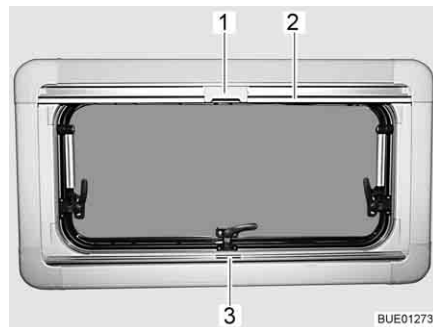
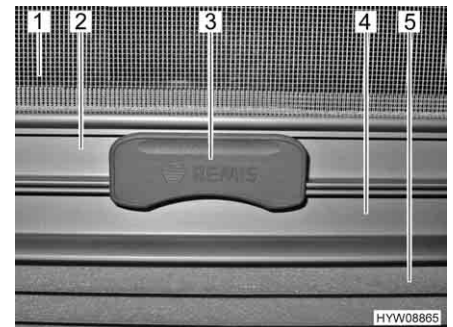

Fig. 53 Finestra apribile
Fig. 54 Aggancio
La tendina oscurante pieghevole (Fig. 54,5) è montata nella cassetta inferiore.
- Afferrare la tendina oscurante pieghevole per la parte centrale della barra di presa (Fig. 53,3 e Fig. 54,4), tirarla dal basso verso l'alto e rilasciarla nella posizione desiderata. La tendina oscurante pieghevole rimane in questa posizione.
La zanzariera a rullo (Fig. 54,1) è montata nella cassetta superiore.
- Tirare la zanzariera a rullo accompagnandola con la barra di presa (Fig. 53,2 e Fig. 54,2) verso il basso, fino a quando la barra di presa non arriva a contatto con la tendina oscurante pieghevole (Fig. 54,4).
- Bloccare l'aggancio (Fig. 53,1 e Fig. 54,3) della zanzariera a rullo nella barra di presa della tendina oscurante pieghevole. Se l'aggancio risulta bloccato, la tendina oscurante pieghevole e la zanzariera a rullo possono essere spostate insieme.
- Premere in alto l'aggancio (Fig. 54,3) sulla zanzariera a rullo.
- Riconduurre lentamente la zanzariera a rullo accompagnandola con la barra di presa (Fig. 53,2).